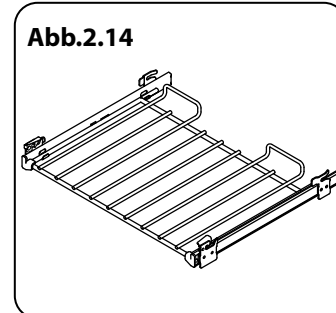

Abb.2.14
- 2 Ausziehbarer Rost mit Gleitschienen (**Abb.2.14**).